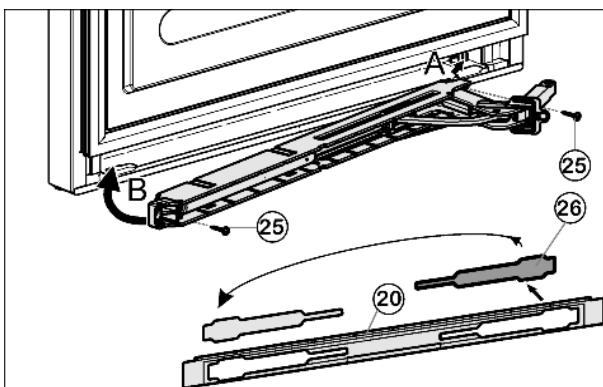

Fig. 15
- ▶ Освободите крышку Fig. 15 (26) из накладки Fig. 15 (20) и снова установите её на другой стороне.
- ▶ Зацепите (A) и поверните (B) узел амортизатора закрывания дверцы шарниром в сторону шарнира.
- ▶ Прикрутите (2 шт. Torx 15) Fig. 15 (25) узел амортизатора закрывания дверцы.